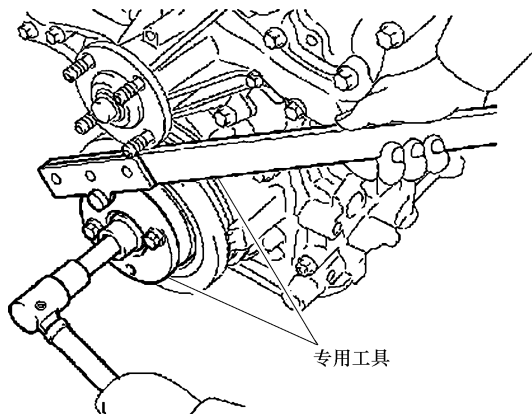

图 22-10 用专用工具固定曲轴带轮
① 按照图 22-10 所示, 用专用工具固定住曲轴带轮, 松开曲轴带轮固定螺栓。